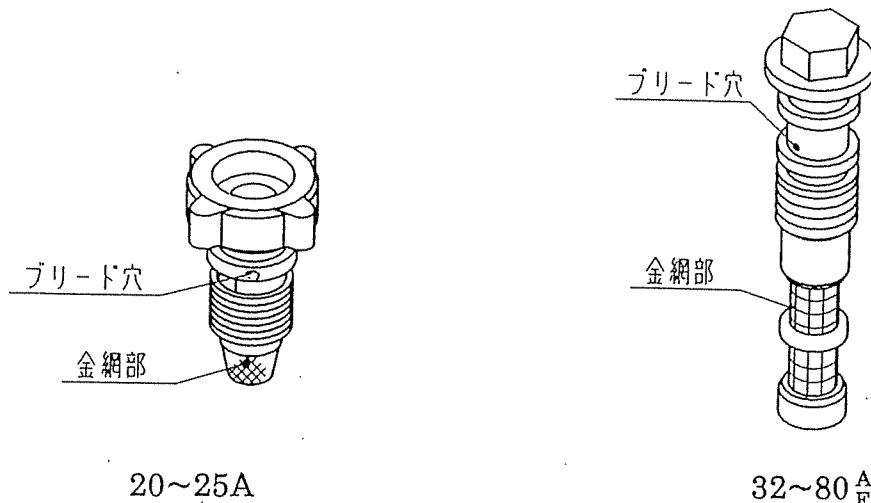

図13
3. 水圧により洗浄するなどして掃除してください。(図13参照)